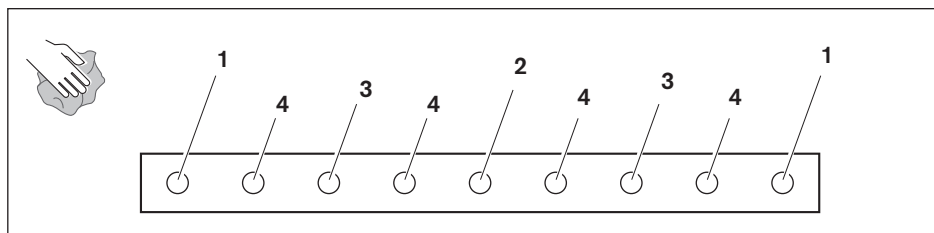

Fig. 5: Montaggio delle rotaie di guida IMS
- ▶ Montaggio delle rotaie IMS conformemente alla fig. 5.